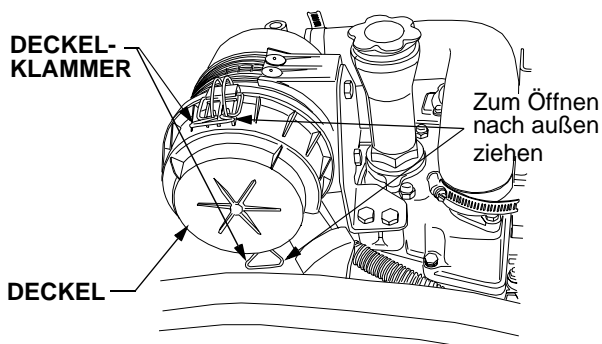

Abbildung 57
- Die Klammern öffnen, um den Gehäusedeckel abheben zu können. Siehe Abbildung 57.
- Den Deckel auf dem Gehäuse aufsetzen. Die zwei Klammern auf den Rand des Gehäuses aufsetzen und einrasten. Siehe Abbildung 57.